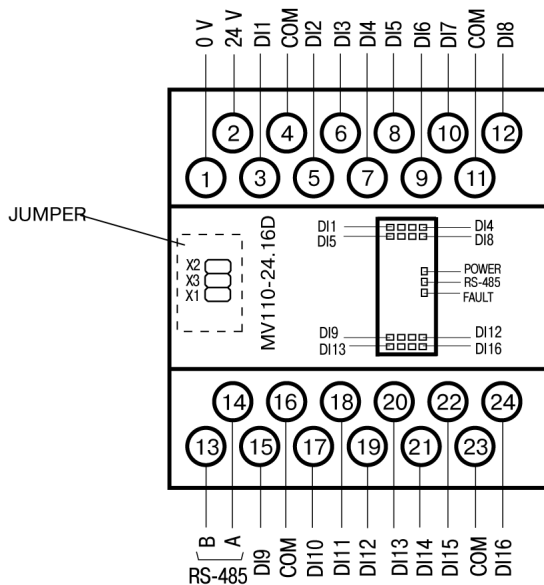

Abb. 4.1 Elektrische Anschlüsse MV110-16D
- Die elektrischen Anschlüsse sind auf den Abb. 4.1 und 4.4 und die Klemmenbelegungen in den Tabellen 4.1 und 4.2 dargestellt.
- die Abdeckung auf der Vorderseite des Moduls öffnen (siehe Abb. 4.1)